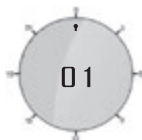

Рисунок 12. Индикация установленного комфортного режима обогрева и перехода к выбору режима для следующего часа
Далее для подтверждения выбора комфортного режима обогрева в текущей индикации времени в центре дисплея терморегулятора, необходимо повторно нажать клавишу ▲ (10) для перехода в следующий час установки таймера. В результате на дисплее появится индикация, соответствующая рис. 12.
ющая выбранному часу включения комфортного режима обогрева и индикация выбора температуры для следующего часа (рис. 12).